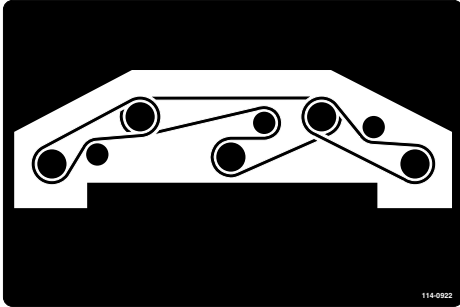

Figura 126
8. Infilate la nuova cinghia attorno alle pulegge dei fuselli e al gruppo puleggia tendicinghia (Figura 126).